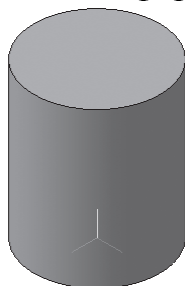

Рис. 12.3. Созданный цилиндр
- система автоматически уточнила форму цилиндра (рис. 12.3).